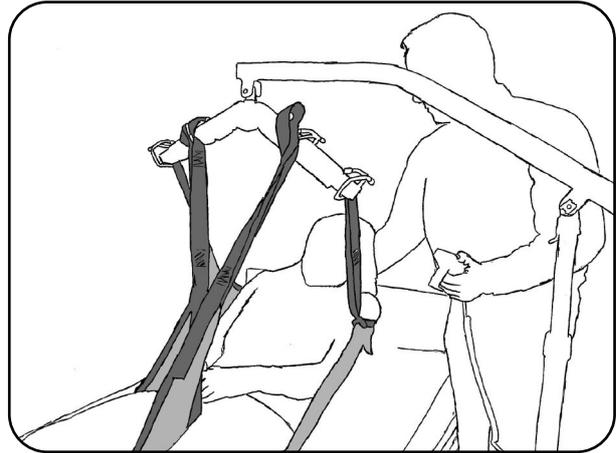

Abbildung 48
12. Heben Sie den Patienten mit dem aks-Patientenlifter an (Abbildung 48). Beobachten Sie dabei den Patienten und die Straffung des Liftergurtes. Korrigieren Sie gegebenenfalls den Sitz des Liftergurtes durch erneutes Ablassen des Patienten und Verschieben der ungünstig sitzenden Teile des Liftergurtes. Beobachten Sie während des gesamten Hebevorganges ständig den Patienten und den Sitz des Liftergurtes. Heben Sie den Patienten nur so hoch wie nötig.